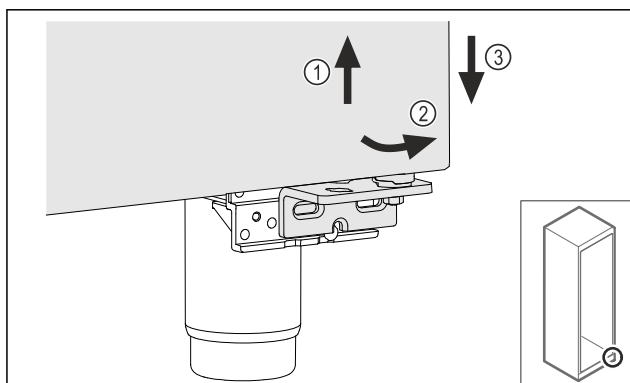

Fig. 23
- ▶ Ridicați ușor ușa Fig. 23 (1), basculați-o jos spre înainte Fig. 23 (2) și coborâți-o Fig. 23 (3).